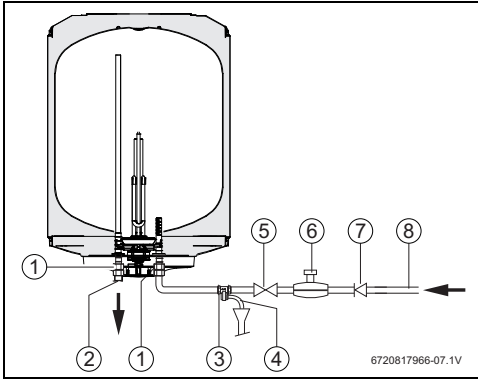

Fig. 10 Toma de agua
Para evitar averías por oscilaciones de presión repentinas en el suministro de agua, se recomienda instalar una válvula antirretorno intercalada en el acumulador (Fig. 10, [7]).
- Montar la válvula de seguridad en la conexión de agua fría del acumulador de agua caliente (Fig. 10).
- Instale la válvula de reducción de presión (Fig. 10).